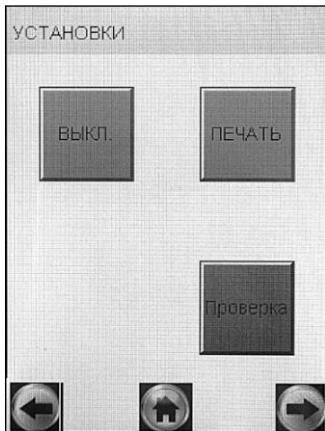

Рисунок 5 – Меню «Установки пользователя»
2.5.2 Для входа в меню «**Установки пользователя**» в главном меню анализатора (рисунок 4) выберите пункт-иконку «**Установки пользователя**», касаясь стилусом соответствующей иконки или используя кнопочную клавиатуру согласно 2.4.1.2 настоящего РЭ. На сенсорном экране появится окно «**УСТАНОВКИ**» – меню из 3-х пунктов (рисунок 5).
2.5.3.1 Для установки времени автоматического отключения войдите в меню «**Установки пользователя**» (согласно 2.5.2 настоящего РЭ) и выберите пункт «**ВЫКЛ.**» (рисунок 5), касаясь стилусом соответствующей иконки или используя кнопочную клавиатуру согласно 2.4.1.2 настоящего РЭ.
2.5.4.3 Для активации функции автоматической печати и установки количества копий распечатываемого протокола измерений войдите в меню «**Установки пользователя**» (согласно 2.5.2 настоящего РЭ) и выберите пункт «**ПЕЧАТЬ**» (рисунок 5), касаясь стилусом соответствующей иконки или используя кнопочную клавиа-